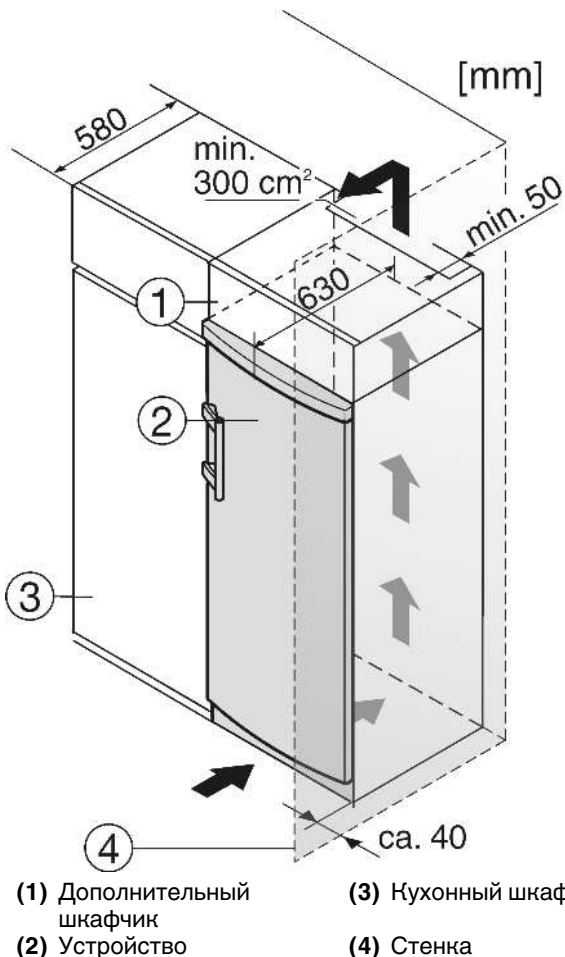

Fig. 9
Устройство может быть окружено предметами кухонной обстановки. Чтобы уравнять устройство *Fig. 9 (2)* по высоте с кухонной стенкой, можно установить над устройством соответствующий дополнительный шкафчик *Fig. 9 (1)*.
При комбинировании с обычными кухонными шкафами (глубина макс. 580 мм) устройство можно установить непосредственно рядом с кухонным шкафом *Fig. 9 (3)*. Дверь устройства выступает по сторонам на 34 мм и по центру устройства на 50 мм относительно передней стенки кухонного шкафа. Поэтому ее можно свободно открывать и закрывать.
Если устройство установлено на шарнирах у стены *Fig. 9 (4)*, то расстояние между устройством и стеной должно быть не менее 40 мм. Настолько выступает ручка при открытой дверце.